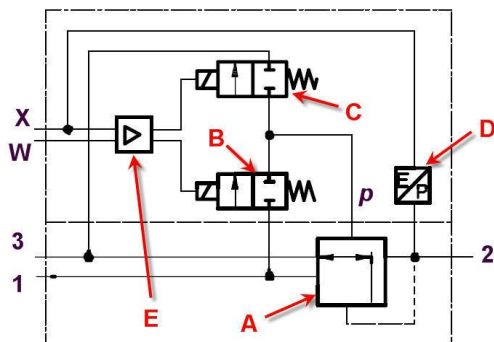

Fig. 11: prinseschema proportioneel ventiel.
Het volledige proportionele drukregelventiel met interne 2/2 pilootventielen (Fig.11) bestaat uit een luchtgestuurd drukregelventiel (A), twee 2/2 ventielen (B en C), een druksensor (D) en de nodige elektronica (E).